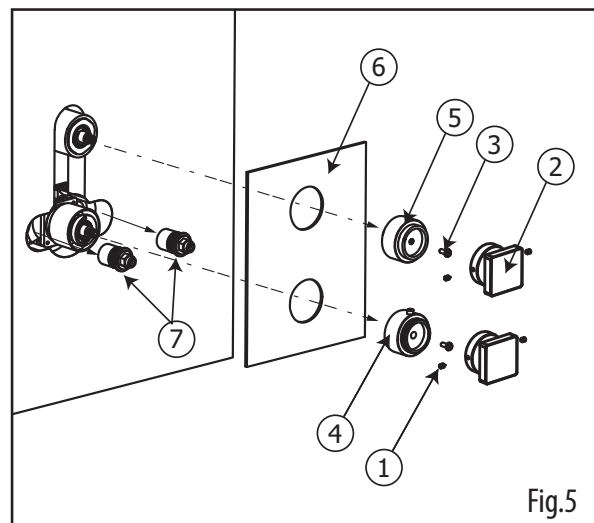

Fig.5
- Remove all handle components and the trim (1 to 6) (Fig.5).
- Shut off your main water supply and proceed with removing the check-valve stops (7).
- Démonter toutes les composantes des poignées et la plaque décorative (4 à 10) (Fig.5).
- Fermer l'alimentation d'eau principale et enlever les 2 valves d'arrêt anti-retour (7).